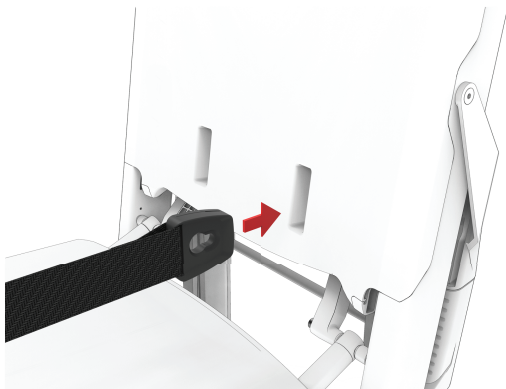
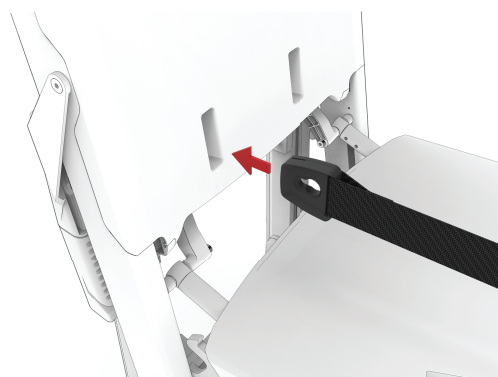

図 20 – 背もたれクリップ、患者左
図 21 – 背もたれクリップ、患者右
3. 患者右側の背もたれクリップを、背もたれにある患者右側の穴に挿入します(図 20および図 21)。